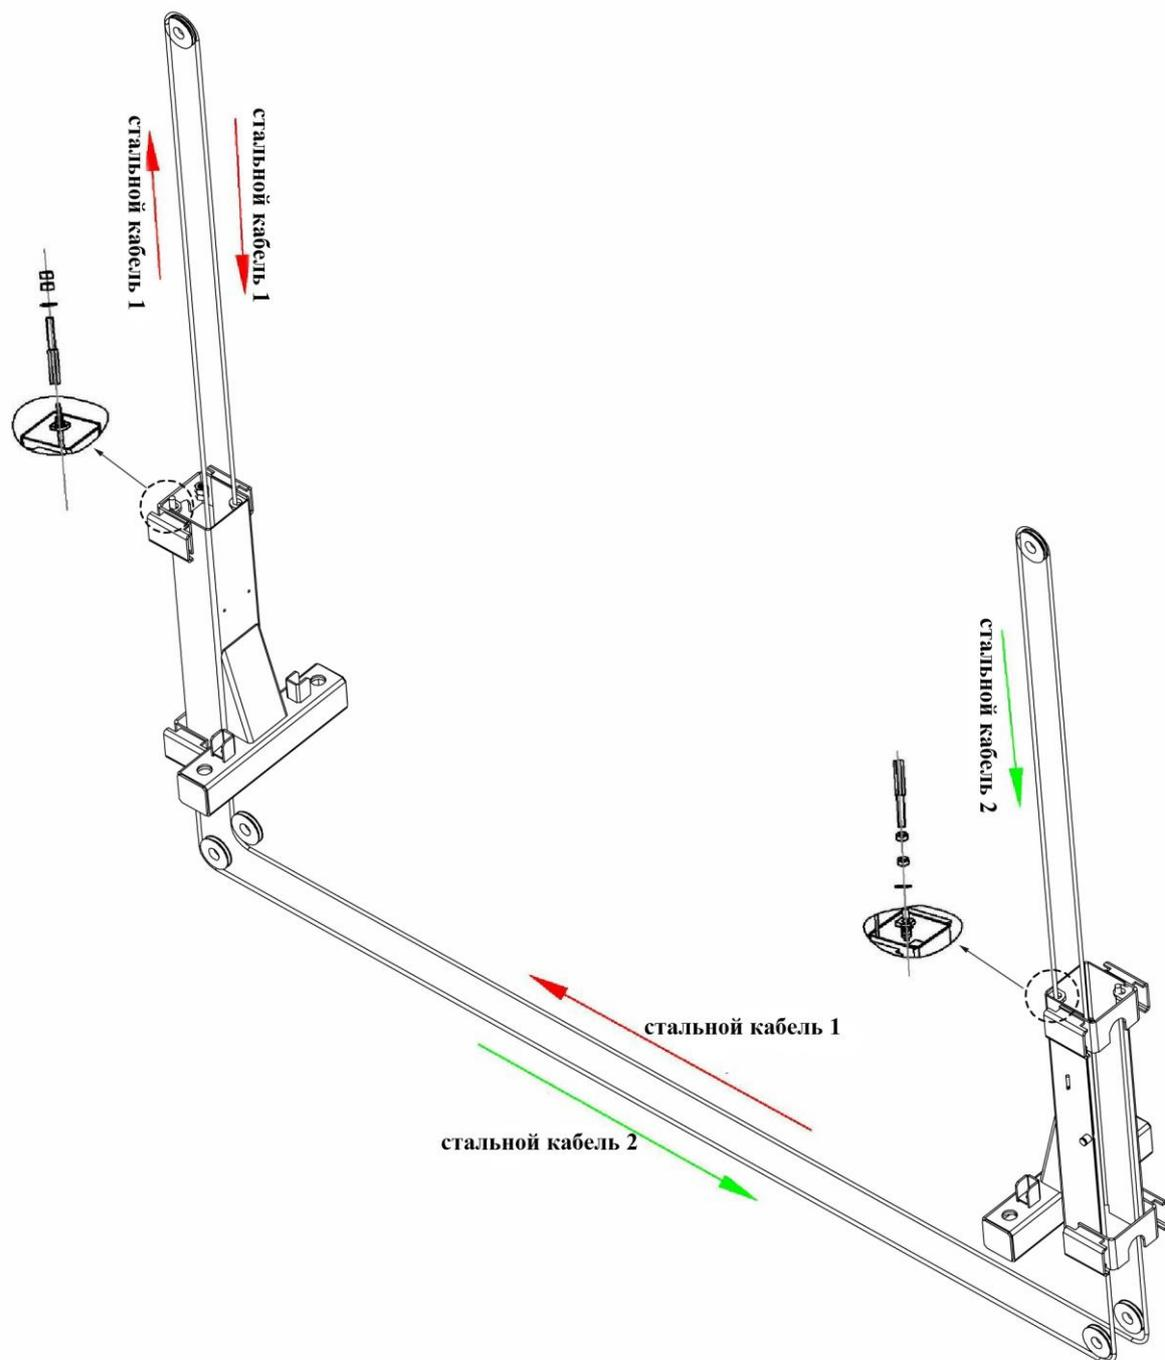

рис. 7
**Шаг 6:** Подключите стальной кабель. (рис. 7)